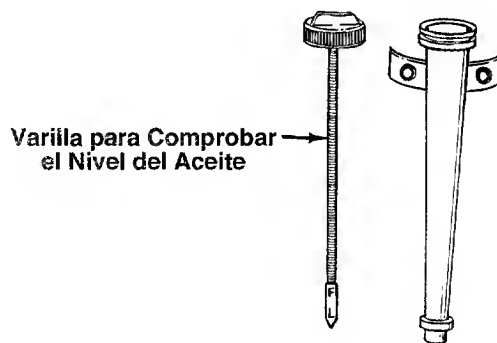

FIGURA 8.
- Llene el motor con aceite del siguiente modo. Quite la varilla para comprobar el nivel del aceite. Véase figura 8. Con el barredor de aire plano, use un embudo para llenar el motor con aceite hasta la marca FULL de la varilla de medición. La capacidad aproximada es de 1-1/4 pintas. Tenga cuidado de no llenarlo demasiado. Revise el nivel del aceite. Llene hasta la marca FULL de la varilla de medición si es necesario. Vuelva a instalar la varilla y apriétela.
Su motor de cuatro ciclos normalmente consume algo de aceite; por lo tanto, revise el nivel del aceite regularmente - aproximadamente cada cinco horas de operación y antes de cada uso. Apague el motor y espere varios minutos antes de revisar el nivel del aceite. Con el nivel del motor, el aceite debe de estar en la marca FULL de la varilla de comprobación (véase figura 8). Cambie el aceite de motor después de las primeras cinco horas de operación y de ahí en adelante cada veinticinco horas.